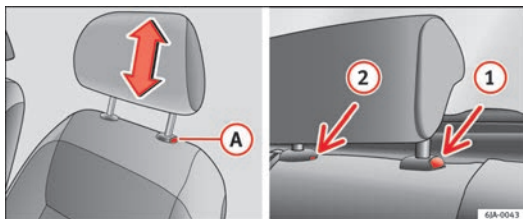

Abb. 73 Kopfstützen: Kopfstütze einstellen oder ausbauen
- Um die Kopfstütze nach unten zu verschieben, drücken und halten Sie die Taste **(A)** ⇒ Abb. 73 mit einer Hand gedrückt, und drücken Sie mit der anderen Hand die Kopfstütze nach unten.
- Drücken Sie den Knopf **(A)** ⇒ Abb. 73 und ziehen Sie die Kopfstütze heraus.
- Drücken und halten Sie die Sicherungstaste **(1)** ⇒ Abb. 73, drücken Sie gleichzeitig mit einem Flachsraubendreher (maximal 5 mm) in die Öffnung **(2)** und ziehen Sie die Kopfstütze heraus.